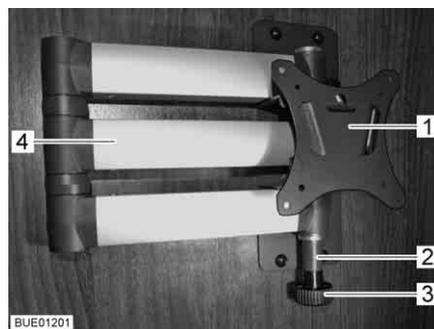

Fig. 71 Suporte com braço articulado
- Puxe botão de destravar (Fig. 71,3). O braço articulado (Fig. 71,4) está destravado.
- Rode o ecrã plano para trás, para a posição inicial, até o suporte (Fig. 71,1) encaixar no dispositivo de bloqueio (Fig. 71,2).